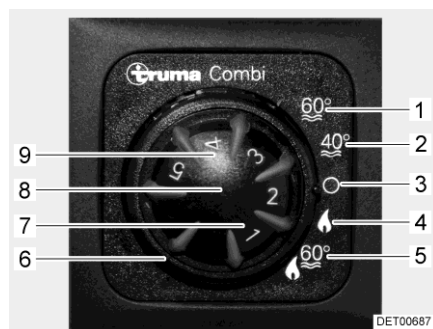

Bild 80 Bedieneinheit
- Betriebsart mit dem Drehschalter (Bild 80,6) einstellen.
Bei Winterbetrieb "Heizung und Warmwasser-Bereitung" (Bild 80,5) wird beim Einschalten der Heizung automatisch auch das Brauchwasser erhitzt. Wenn die Heizung bei Erreichen der gewünschten Raumtemperatur abschaltet, wird das Brauchwasser weiter erhitzt, bis die Wassertemperatur erreicht ist.
Die Heizung kann in der Betriebsart "nur Heizung" (Bild 80,4) mit leerem Brauchwasser-Behälter betrieben werden.
- Temperaturdrehknopf (Bild 80,8) an der Bedieneinheit auf gewünschte Heizstufe stellen.
- Drehschalter (Bild 80,6) auf Winterbetrieb "nur Heizung" (Bild 80,4) oder auf Winterbetrieb "Heizung und Warmwasser-Bereitung" (Bild 80,5) stellen.
Grüne Kontroll-Leuchte (Bild 80,7) leuchtet.
- Drehschalter (Bild 80,6) auf "O" (Bild 80,3) stellen.
- An der Bedieneinheit (Bild 80) Drehschalter (Bild 80,6) auf "Sommerbetrieb" (Bild 80,1 oder 2) stellen.
Die gelbe Kontroll-Leuchte (Bild 80,9) leuchtet während der Aufheizphase. Bei Erreichen der eingestellten Wassertemperatur ist die Aufheizphase beendet und die gelbe Kontroll-Leuchte erlischt.
Bei Störung leuchtet die Kontroll-Leuchte (Bild 80,9) an der Bedieneinheit rot (siehe Abschnitt 15.5).
- An der Bedieneinheit (Bild 80) Drehschalter (Bild 80,6) auf "O" stellen.